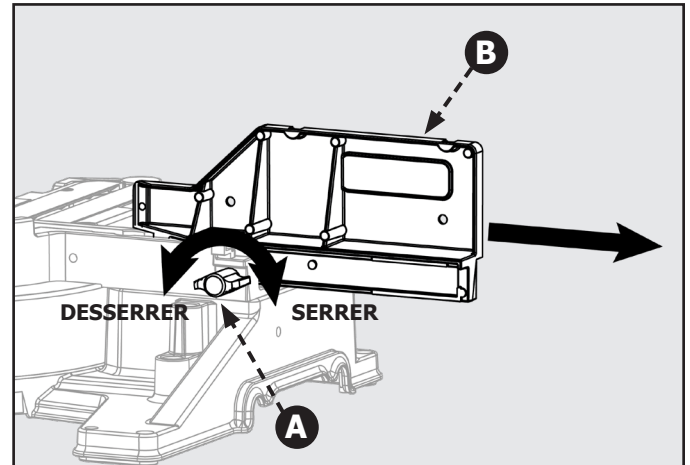

Figure 27
1. Desserrez la manette de verrouillage du guide (A). Faites glisser le guide supérieur (réglable) (B) complètement en dehors de son rail et placez-le latéralement. Voir figure 27.